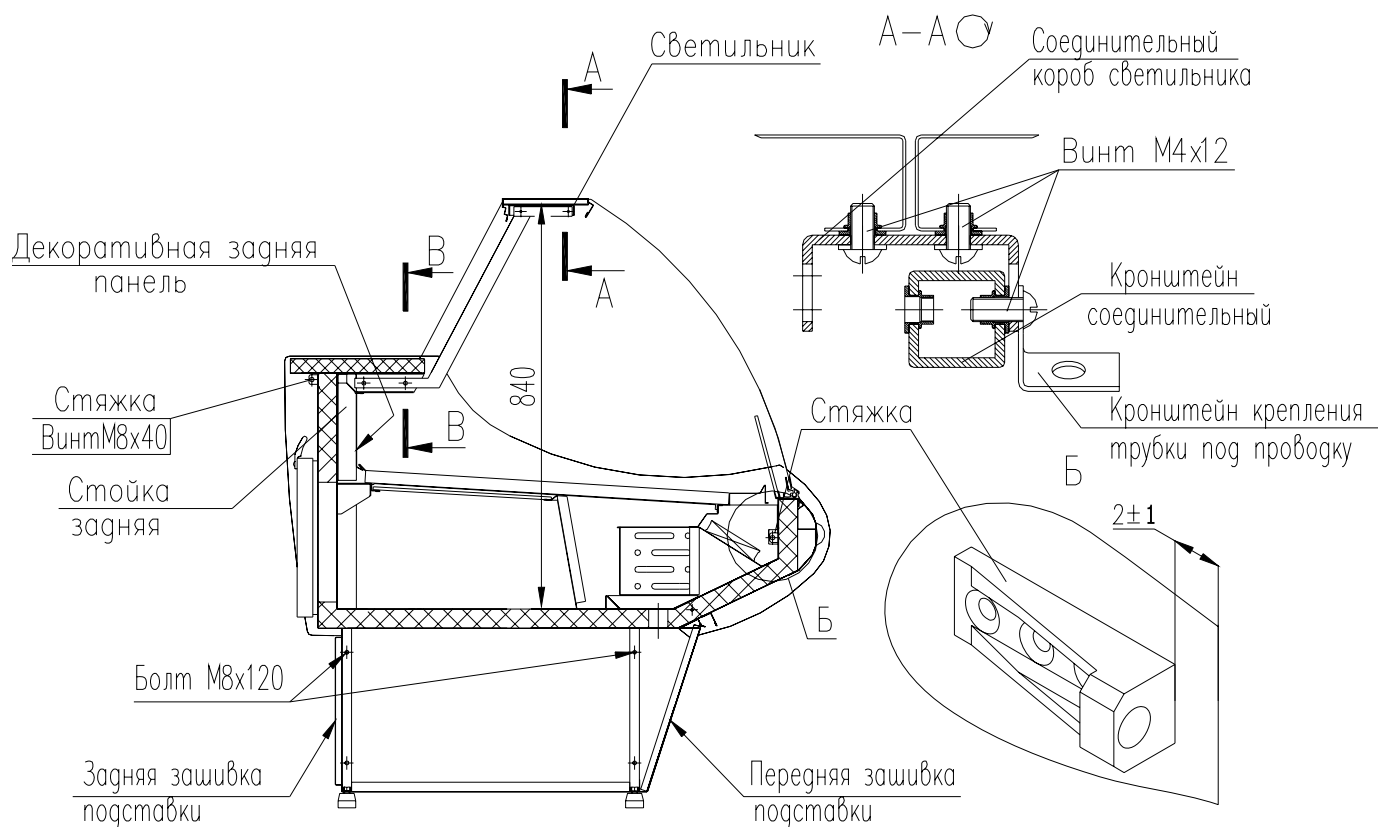

Рис. 4
Для соединения холодильных витрин (далее витрин) в линию необходимо (см. рис. 4):
- 5). Монтаж светильников начинать с левой стороны линии. Для монтажа на левом светильнике установить соединительный короб с правой стороны и зафиксировать винтами М4х12. Установить боковое стекло и смонтировать подобранный светильник, зафиксировав винтами М4х12 соединительный короб к верхней полке кронштейна (см. рис. 4, сечение А-А). При соединении в линию более двух витрин подборку светильников повторить.
- 6). Установить светильник сопрягаемой витрины, фиксируя винтами М4х12 к соединительному коробу, согласно рис. 4.